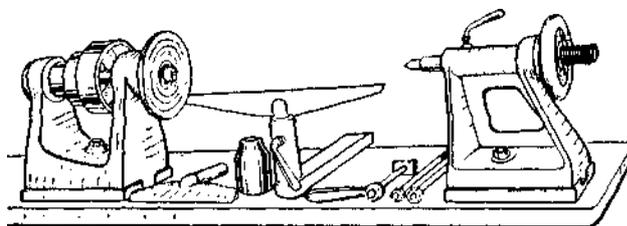

Fig. 103
*Torno* (Fig. 103). — Este torno para madeira possui três velocidades. Está equipado com uma peça de 3 pontas (garfo), uma placa e uma bucha. O garfo serve para serviços mais ou menos grandes e que podem ser presos nas duas pontas: pés, colunas, balaústres, etc.